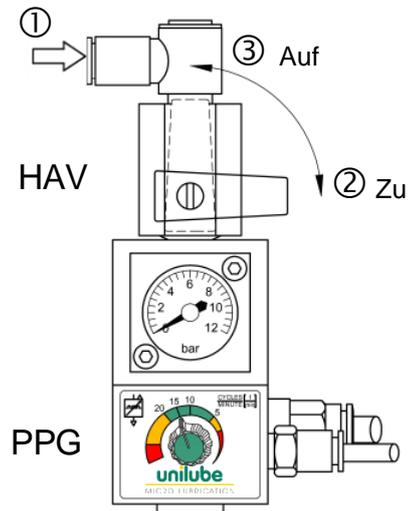
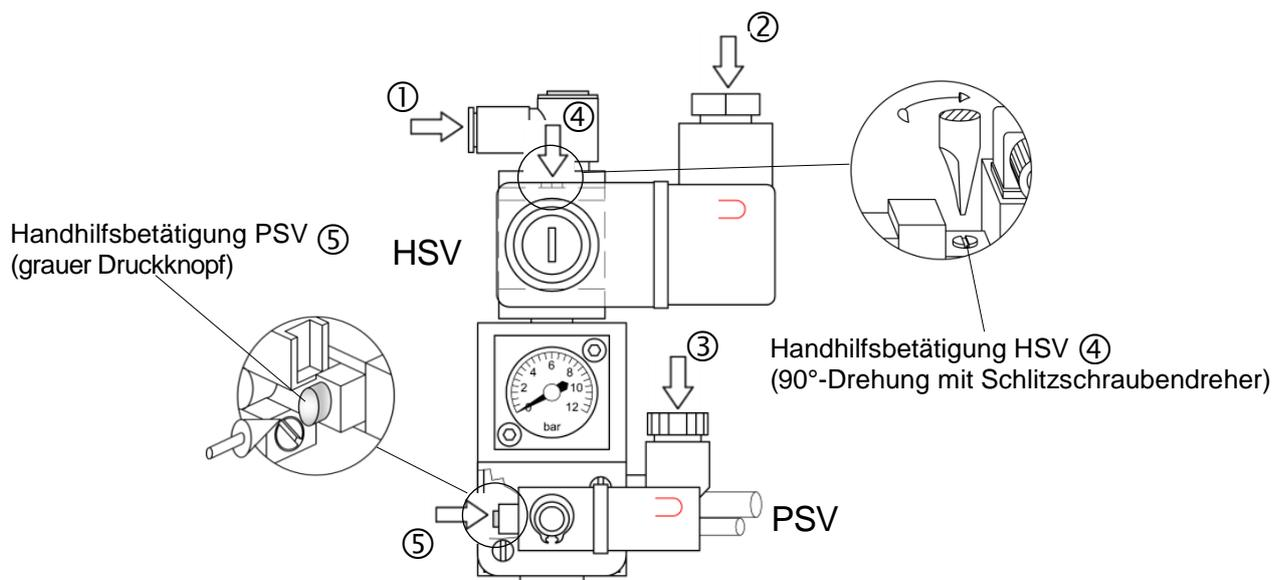

Abb. 6: HandAbsperrVentil und Pneumatischer PulsGenerator – Anschluss und Notbetätigung
Abb. 7: Elektrisches Haupt- und PumpenSteuerVentil, Anschlüsse, LED und Handhilfsbetätigungen
4.6 Die Druckluftleitung wird über die Steckverschraubung (TUBO Ø 8x6 mm) oder das Innengewinde (G 1/8") des HandAbsperrVentils (Abb. 6 ①) oder des HauptSteuerVentils (HSV, Abb. 7 ①, Option) angeschlossen. Bei geschlossenem Ventil (Abb. 6 Stellung ② "Zu") ist das MSS drucklos; bei geöffnetem Ventil (Abb. 6 Stellung ③ "Auf") wird die Druckluft dem MSS zugeführt.
Vor jeder Wartungsarbeit, z.B. an den Düsen, ist das MSS in drucklosen Zustand zu bringen (maschinenseitig abgeschaltetes elektrisches HauptSteuerVentil, resp. HandAbsperrVentil geschlossen, Abb. 6 Stellung ② "Zu").
- 4.7 Die Kopplung des MSS mit der Maschine erfolgt über das elektrische 3/2-Wege HauptSteuerVentil mit 24 VDC (Abb. 7 HSV). Für den Anschluss an die Maschinensteuerung ist eine Kabeldose mit LED-Betriebsanzeige (Abb. 7 ②) vorgesehen; ebenso für den Anschluss des elektrischen PumpenSteuerVentils (Option PSV, Abb. 7 ③, Einstellung Fördertakte siehe Kapitel 6.4).
Bei Maschinenstillstand sind für Wartungszwecke Überbrückungen mittels der Handhilfsbetätigungen am elektrischen HauptSteuerVentil über einen Schraubenschlitz (Abb. 7 ④) und am elektrischen PumpenSteuerVentil durch Impulse über den grauen Druckknopf (Abb. 7 ⑤ & Abb. 15) vorgesehen. Bei angebautem HandAbsperrVentil (Abb. 6) erfolgt die Ansteuerung z.B. über ein maschinenseitiges Steuerventil (MSS An – MSS Aus).
6.3 Einstellung Taktzahl: Der Pneumatische PulsGenerator (PPG *Abb. 6 & 14*) taktet die Micro Dosierpumpe; die Einstellung erfolgt durch Drehen des Knebelknopfes stufenlos von 0 bis ca. 60 Impulse/Minute (optimaler Arbeitsbereich: 5 ÷ 20 Impulse/Minute, *Abb. 14* grün). Der Verstellbereich weist keinen Anschlag auf und der Knebelknopf kann beliebig in beide Richtungen gedreht werden.
Bei Verwendung des elektrischen PumpenSteuerVentils (PSV Option, *Abb. 7*) erfolgt die Taktung der Micro Dosierpumpe über die Maschinensteuerung. Bei fixer Einschaltzeit (ca. 0.5 Sekunden) wird durch Variation der Ausschaltzeit eine Einstellung der für den jeweiligen Prozess notwendigen Schmierstoffmenge vorgenommen (siehe STEUERDIAGRAMM "MinimalSchmierSystem mit programmierbarer Förderleistung", separat).
20 Impulse/Minute ($\hat{=}$ 20 Kolbenhübe/min, Abb. 6)
Programmierte Impulse ($\hat{=}$ CNC-Maschinensteuerung *Abb. 7*)
8.2.7 Druckluft zuschalten (z.B. durch Überbrückung des HSV Abb. 7 ④) und das Wandern der Luftblasen in der Kapillarleitung beobachten, bis die Leitung auf der gesamten Länge bis zum Düsenkopf blasenfrei ist (Dauer: Ca. 1.5 Minuten / 1 Meter KoAx-Leitungslänge).
Unbedingt sicherstellen, dass bei Arbeiten an den Düsen die Werkzeuge stillstehen und die Maschine abgeschaltet ist; für Wartungszwecke Betrieb mit Handhilfsbetätigung (siehe Abb. 7 und Kapitel 4.7) simulieren. Düsen spitze nicht auf Personen, insbesondere nicht auf die Augen richten – Verletzungsgefahr!